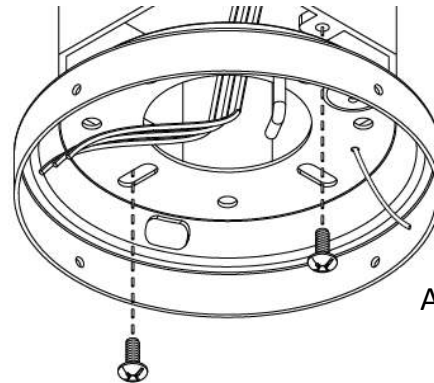

Abbildung 1.
- Führen Sie die elektrischen Drähte von der Decke durch das Deckenmontage-Mittelloch, wie in Abbildung 1 gezeigt.